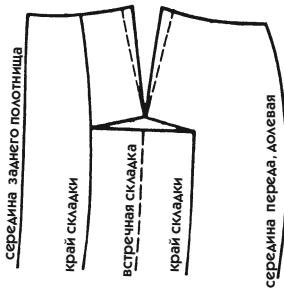

Рис. 315
При выполнении лекала по рис. 315 не так сложно поместить складку в продолжение основной вытачки спинки по линии талии. Также
- Надрежьте ткань, как показано на рис. 315.
Очевидно, что образуется некоторое нарушение: глубина складок находит друг на друга. Но вы уже знаете, как поступить в подобном случае (см. пояснение к рис. 315).